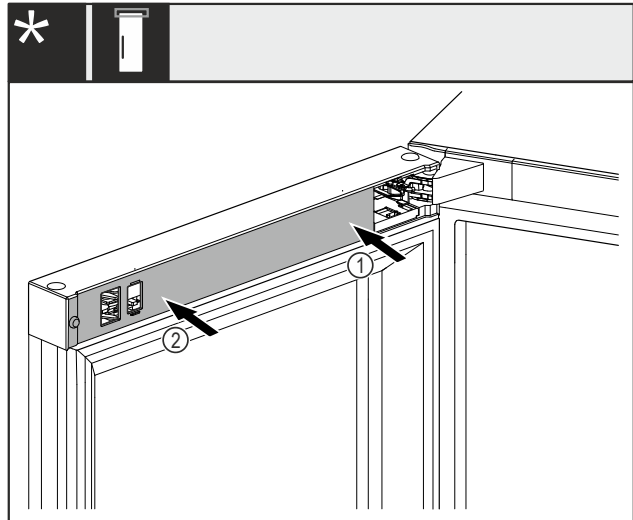

Fig. 46
- Abdeckung Fig. 46 (1) zuerst an der Lagerbockseite aufsetzen und einrasten.
- Abdeckung Fig. 46 (2) an der Aussenseite aufsetzen und einrasten.